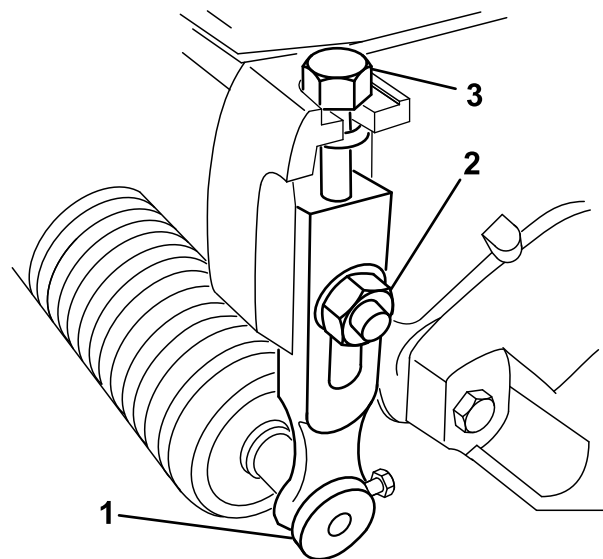

Figure 15
1. Desserrez les contre-écrous qui fixent les bras de réglage hauteur de coupe aux plaques latérales de l'unité de coupe (Figure 15).